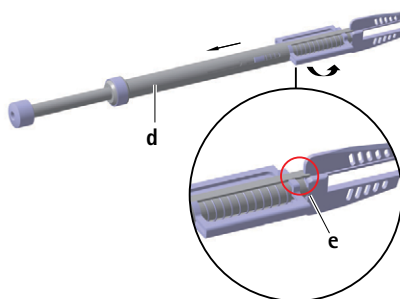

Fig. 3
- Haka i spåret **e** i buren **d** i mejselstaget, se Fig. 3